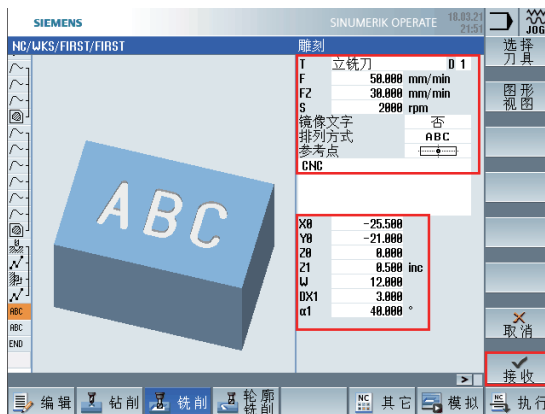
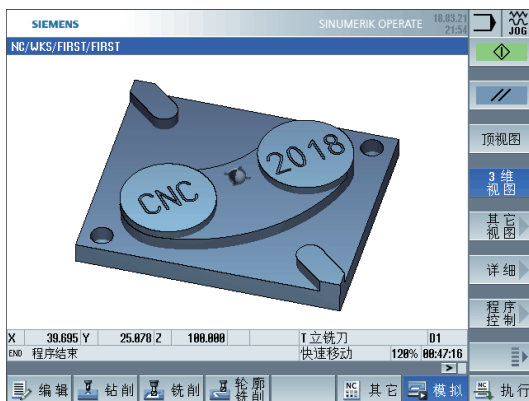

图 13
图 14
(3) 刻字加工：按下 **铣削** 键，在垂直菜单中选择 **雕刻**，弹出如图 13 所示的雕刻参数对话框，设置加工字体的高度、字体间距、和倾斜角度等参数，按下 **接收** 键退出对话框。隐藏刀具轨迹全部仿真结果如图 14 所示。